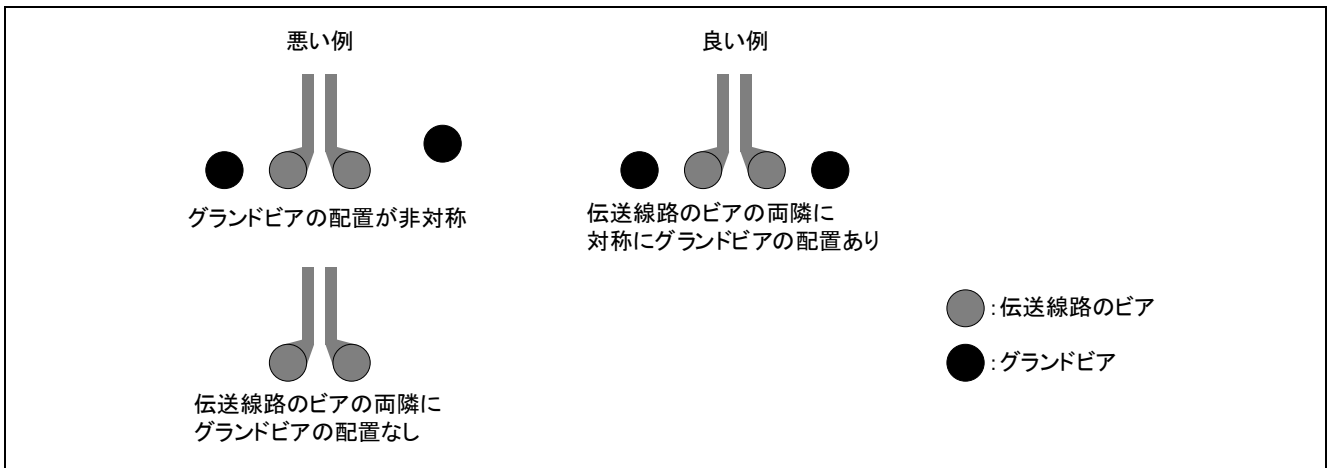

図 2.2 グランドビア配置例
- 伝送線路の両隣には、対称にグランドビアを配置してください。図 2.2 にグランドビア配置の例を示します。